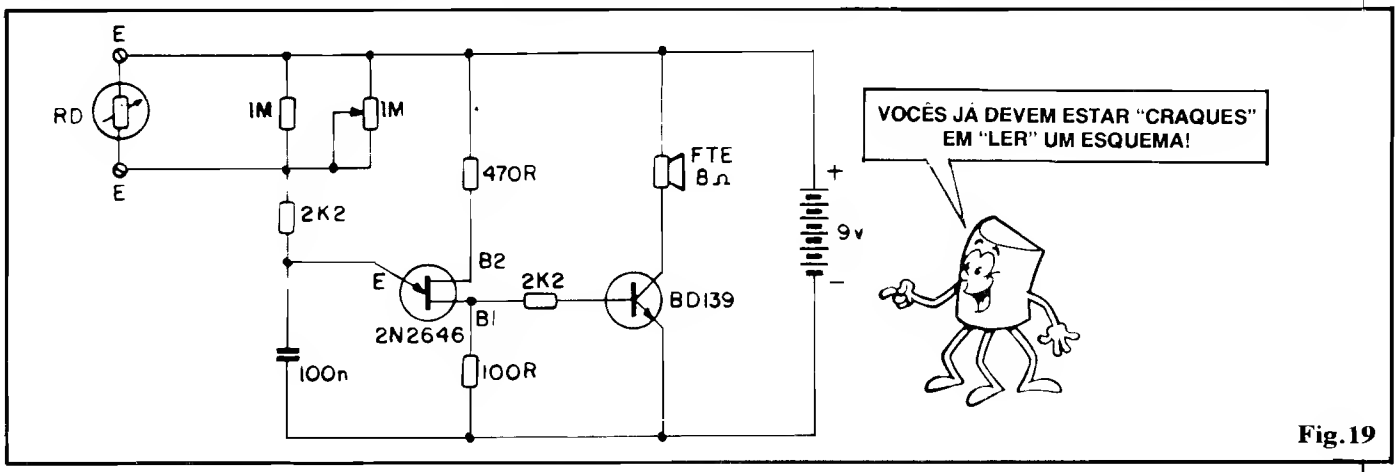

Fig. 19
- **FIG. 19** - Esquema do Circuito/Experiência... A "coisa" é, basicamente, estruturada em dois blocos. O primeiro é um simples oscilador centrado num transistor unijunção (TUI) 2N2646, cujo funcionamento já estudamos na 9ª "Aula" do ABC. Observem (e, se necessário, revejam a 9ª "Aula"...), que a frequência de oscilação depende unicamente o ritmo de carga/descarga do capacitor de 100n, e recebe total influência do
- **SEQUÊNCIA DA EXPERIÊNCIA** - Os mais atentos já devem ter "percebido" as intenções básicas da Experiência... Observando o esquema (fig. 19) fica claro que podemos incorporar ao circuito (via pontos E-E) qualquer "Resistor Dependente". É exatamente isso o que faremos, analisando, então, "auditivamente", através da mudança da frequência de áudio emitida pelo alto-falante, as variações resistivas ocorridas no sensor, sob a influência dos "fatores externos" (LUZ, para um LDR, CALOR para um TERMÍSTOR, etc.). Vejamos: